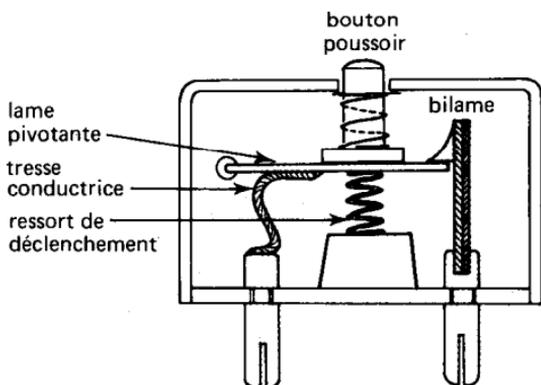

Fig. 1
- *Le disjoncteur thermique* (fig. 1) assure une protection contre les faibles surintensités. L'échauffement anormal d'un bilame traversé par le courant du circuit provoque la coupure. Mais il agit avec un retard, car la surintensité peut être transitoire.